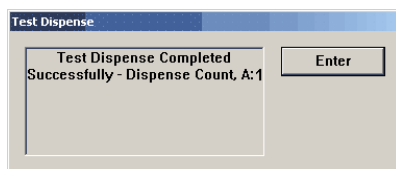

Figura 6. Aviso de la Prueba del Dispensador.
- e. Después de terminar la operacion de Prueba del Dispensador, el aviso siguiente se exhibe abajo - la "prueba del dispensador ha terminado con éxito - dispenso la cuenta, A: (# de notas)". (La figura 6)